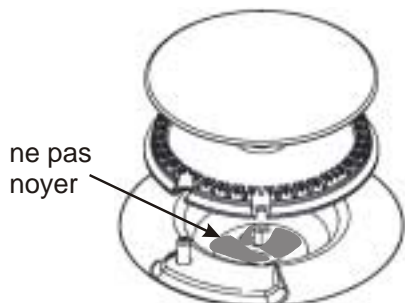

Fig. 20
- Pendant le nettoyage de la table de cuisson ne pas utiliser de quantité excessive d'eau et faire attention à ne pas noyer l'enfoncement du brûleur, car l'eau pourrait ainsi pénétrer dans l'injecteur (fig. 20). Si l'injecteur sera inondé le brûleur ne s'allumera pas.